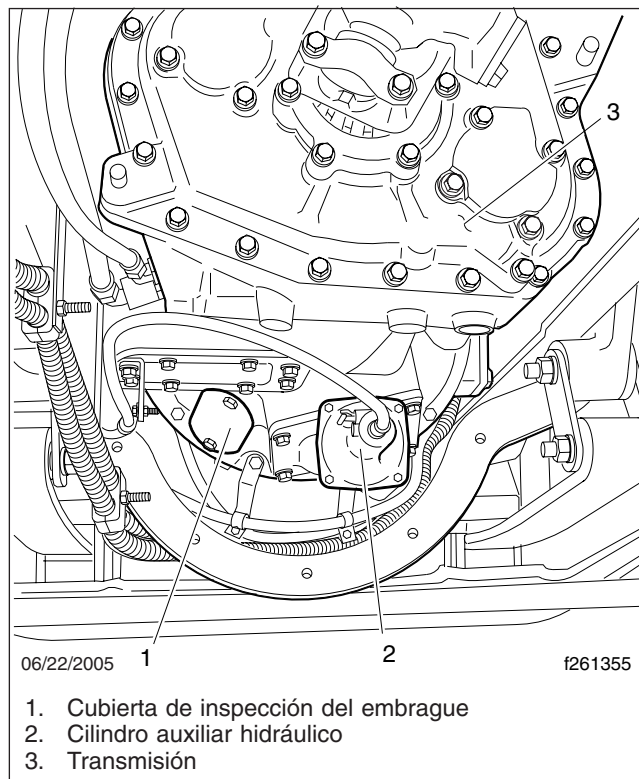

Figura 8, Vista desde por debajo del vehículo
1. Retire la cubierta de inspección del embrague de la campana. Vea la **Figura 8**.